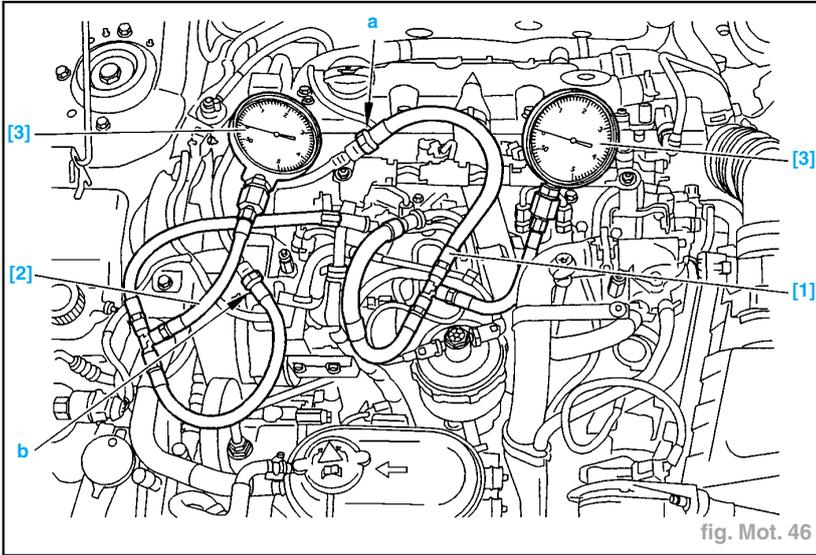

fig. Mot. 46
- Raccorder en dérivation l'outil [1] (raccord Ø 10 mm, réf. 4215T) entre la pompe de gavage et le filtre à carburant (repère blanc en "a" sur l'arrivée carburant) (fig. Mot. 46).